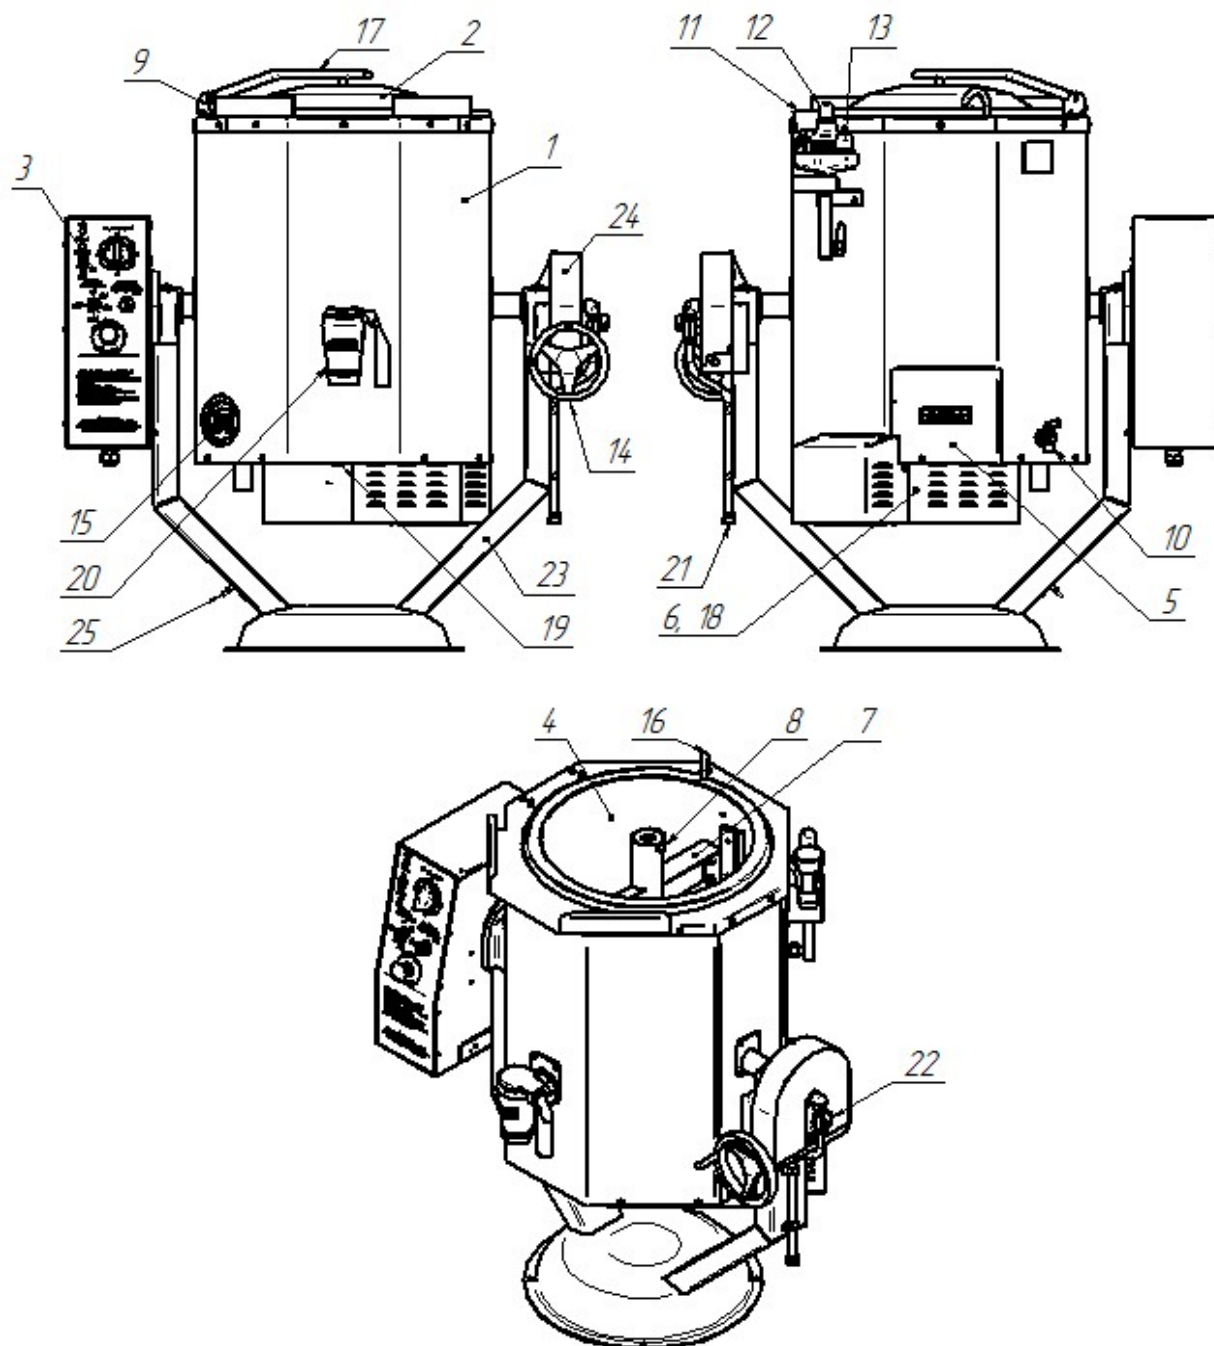
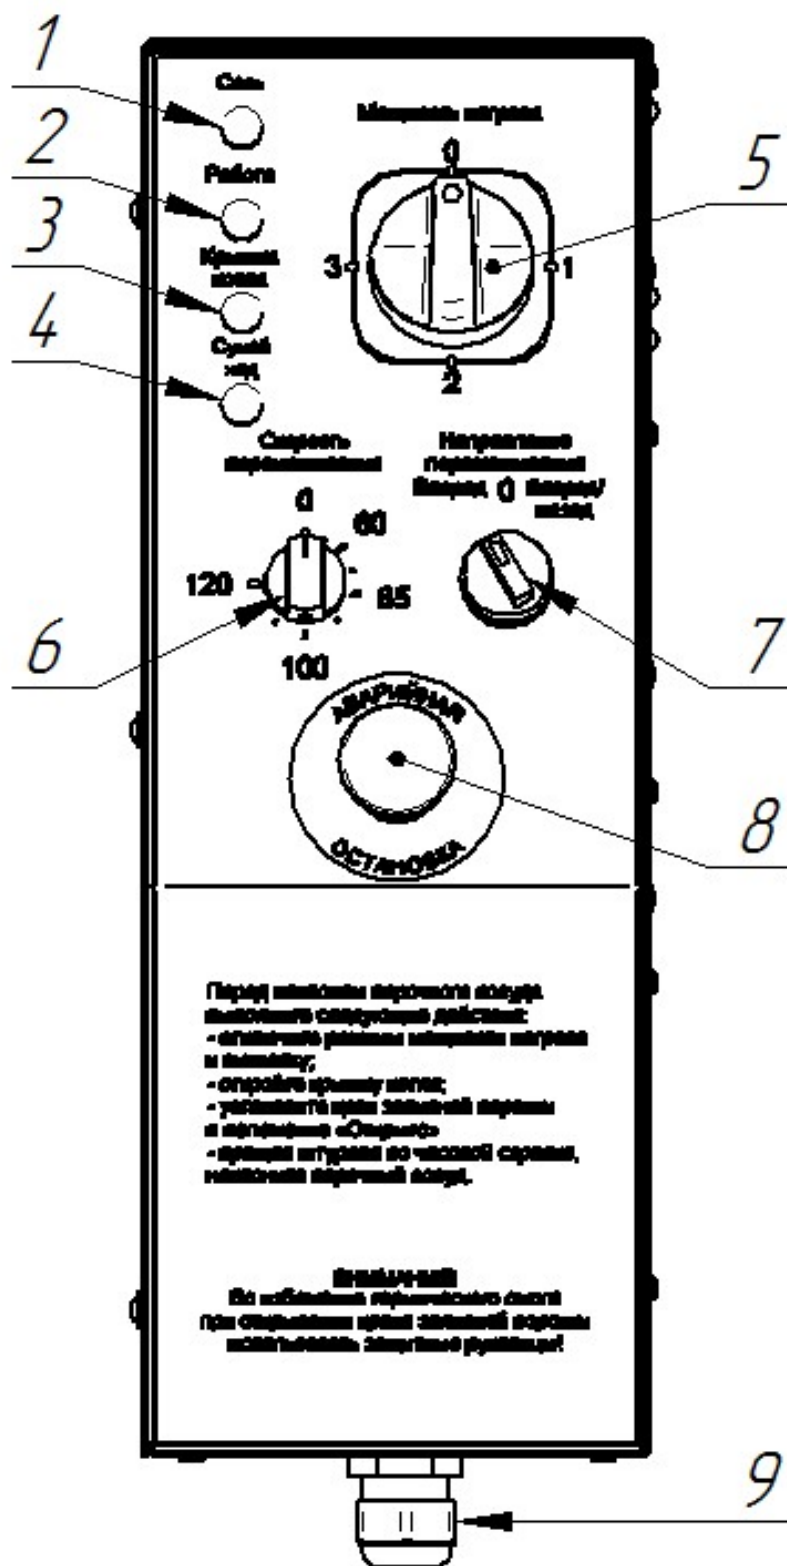
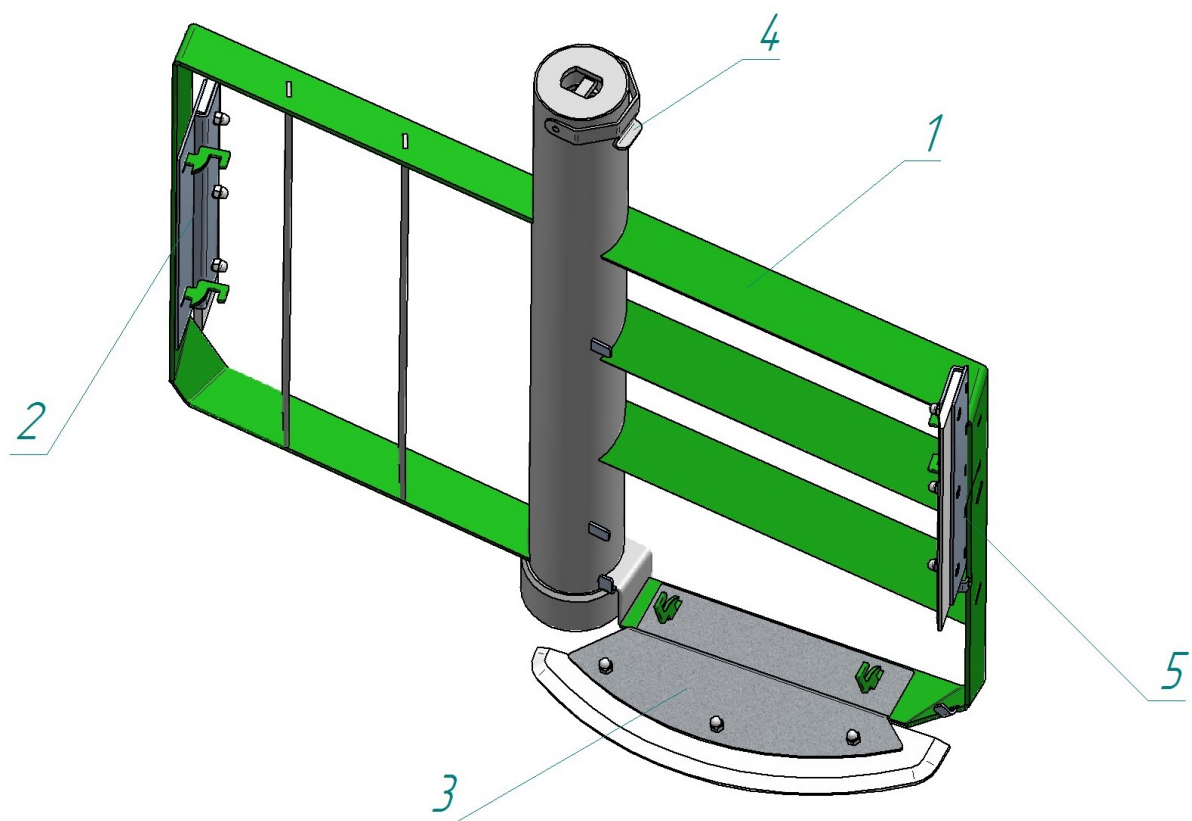

Рис. 1. Устройство котла
Рис. 2. Панель управления
Рис. 3. Внешний вид мешалки
Устройство котла приведено на рис. 1.
- варочного сосуда с защитной облицовкой (рис. 1 поз. 1);
- мешалки (рис. 1 поз. 7) со съемными скребками (рис. 3);
- рамы (рис. 1 поз. 23);
- крышки варочного котла (рис. 1 поз. 2);
- панели управления (рис. 1 поз. 3);
- ручного механизма изменения положения варочного котла (рис. 1 поз.24).
Залив воды в «рубашку» и контроль уровня воды в «рубашке» - ручной. На задней стенке котла установлен кран контроля уровня воды в «рубашке» (рис. 1 поз.10) и предназначен для ручного контроля верхнего уровня воды в «рубашке».
Вода в варочный сосуд подается через кран подачи воды в варочный сосуд (рис. 1 поз. заливной гусак (рис. 1 поз. 16). Подключение крана (рис. 1...3 поз.16) к водопроводной трассе осуществляется через шланг с резьбовой гайкой (G 1/2).
Для уменьшения выхода пара и для заправки продукта в котел оснащен крышкой (рис. 1 поз. 2). Для фиксации крышки котла в открытом положении предусмотрен фиксатор с ручкой (рис 1. поз. 9). Для закрытия крышки котла необходимо удерживая ручку крышки котла потянуть ручку фиксатора и закрыть крышку.
Снизу к «рубашке» крепится электродвигатель (рис. 1 поз. 18) с редуктором (рис. 1 поз. 6). Мешалка (рис. 1 поз.7) соединяется с редуктором через вал привода.
Мешалка и скребки для перемешивания продукта в варочном сосуде съемные. Для извлечения мешалки необходимо поднять фиксатор крепления (рис. 1 поз. 8) и снять мешалку с вала привода. Мешалка в рабочее положение устанавливается в обратной последовательности. Скорость вращения мешалки и направления вращения мешалки задается с панели управления котла (см. рис. 2).
Для управления скоростью вращения мешалки на панели управления установлен переключатель «Скорость перемешивания» (рис. 2 поз. 6). При установке ручки переключателя «Скорость перемешивания» в положение «О» мешалка не работает. При повороте ручки переключателя «Скорость перемешивания» по часовой стрелке происходит включение мешалки на заданной скорости.
Для задания направления вращения мешалки на панели управления установлен переключатель «Направление перемешивания» (рис. 2 поз. 7).
Работа мешалки дополнительно контролируется положением крышки котла – мешалка работает только при закрытом положении крышки котла. Для определения положения крышки на вале крышки котла установлен магнит. Напротив магнита, за облицовкой котла, установлен магниточувствительный датчик. Для визуального контроля положения крышки котла на панели управления предусмотрена световая сигнализация «Крышка котла» (см. рис. 2. поз. 3).
Для полного слива воды из «рубашки», при технологическом обслуживании, на основании варочного котла имеется патрубок закрытый резьбовой заглушкой G1/2 (рис. 1 поз. 19).
Расположенная на задней стенке котла контрольно-заливная арматура состоит из заливной воронки с краном (рис. 1 поз. 11), предохранительного клапана высокого давления (рис. 1 поз. 12) и предохранительного клапана низкого давления (вакуумного) (рис. 1 поз. 13).
Для контроля давления в пароводяной «рубашке» предусмотрен электроконтактный манометр (рис. 1 поз. 15). При давлении в «рубашке» выше значения верхней уставки ТЭНы отключаются. При снижении давления в «рубашке» до уставки нижнего значения уставки на электроконтактном манометре ТЭНы вновь включаются. Электроконтактный манометр расположен на передней стенке и настроен на верхнее рабочее давление 0,60 кгс/см² и нижнее рабочее давление - 0,45 кгс/см².
Котлы могут поставляться со сливным краном (рис. 1 поз. 20). Сливной кран предназначен для слива только жидкого продукта из варочного сосуда.
Устанавливая ручку переключателя «Мощность нагрева» (рис. 2 поз. 5) в положение «1», «2» или «3», что соответствует слабому, среднему и сильному нагреву, выбирается мощность нагрева. Отключение нагрева производится установкой ручки переключателя в положение «0».
Ручной механизм управления положением варочного сосуда установлен на правой стойке рамы (рис. 1 поз. 24). При вращении штурвала (рис. 1 поз. 14) по часовой стрелке варочный сосуд наклоняется вперед. При вращении штурвала против часовой стрелки варочный сосуд переводится в вертикальное положение.